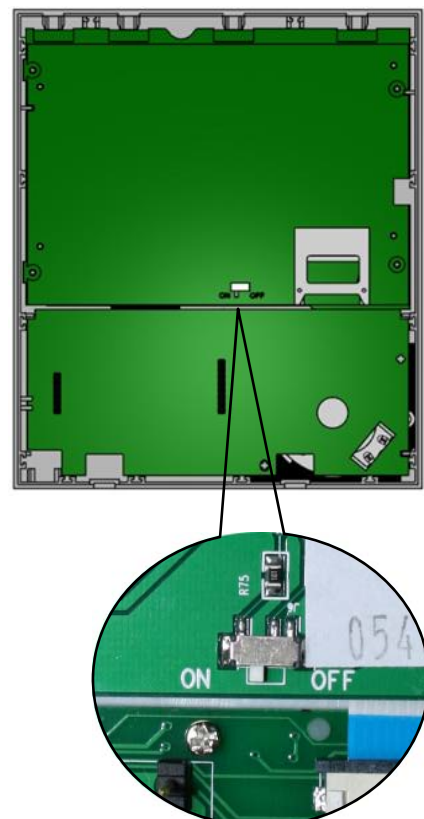

Abb. 4: Abschlusswiderstand gesetzt
- ▶ Schalten Sie den Schalter auf **ON** (Abb. 4). Der Abschlusswiderstand ist eingeschaltet.